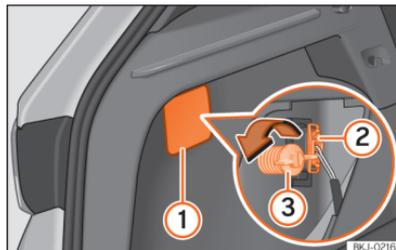
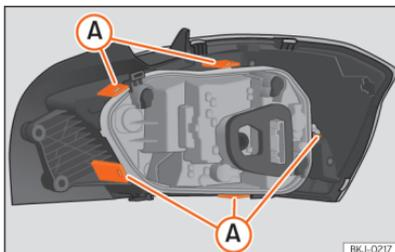

Abb. 163 Gepäckraum: Zugang zur Befestigungsschraube der Heckleuchte
Abb. 164 Befestigungslaschen Rückseite Heckleuchte.
- Hebeln Sie die Abdeckung an der Aussparung mit dem flachen Teil des Schraubendrehers ab »» [Abb. 163] ①.
- Ziehen Sie den Stecker der Leuchte ② ab.
- Schrauben Sie mit der Hand oder mit Hilfe eines Schraubendrehers die Befestigungsschraube der Leuchte ③ heraus.
- Bauen Sie den Lampenträger aus, indem Sie die Befestigungslaschen »» [Abb. 164] A entriegeln.